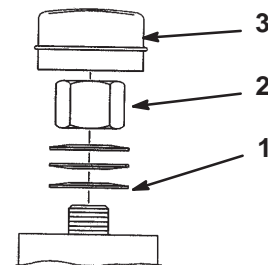

Figure 50
3. Retirez le capuchon anti-poussière de la roue et serrez le contre-écrou (Fig. 50).
4. Continuez de le serrer jusqu'à ce que les rondelles élastiques soient aplaties, puis desserrez-le de 1/4 de tour pour obtenir la précharge correcte des roulements (Fig. 50).
Important Veillez à installer les rondelles comme illustré à la Figure 50.